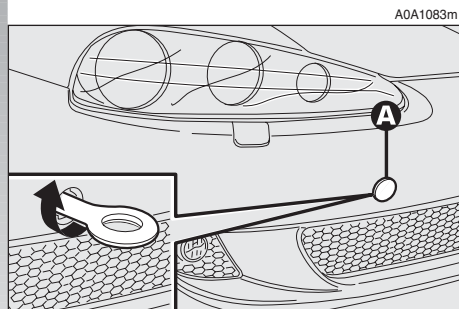
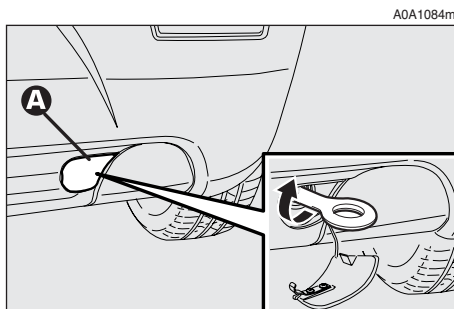

fig. 52
fig. 53
- Enlever le couvercle (A) monté par pression sur le pare-chocs avant (fig. 52) ou arrière (fig. 53). Pour cette opération, si on utilise le tournevis fourni à lame à pointe plate, il faut protéger la pointe à l'aide d'un chiffon souple, pour éviter l'endommagement éventuel de la voiture.